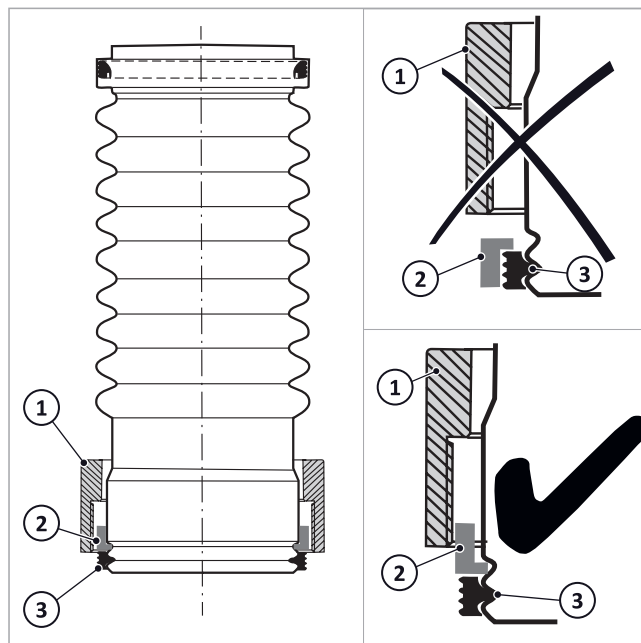

Fig. 58: raccordo a vite inserito
3. Secondo → fig. 58 spingere il dado di sicurezza (1), l'anello elastico (2) e la guarnizione (3) nell'estremità inferiore del raccordo per lo scarico dei fumi.